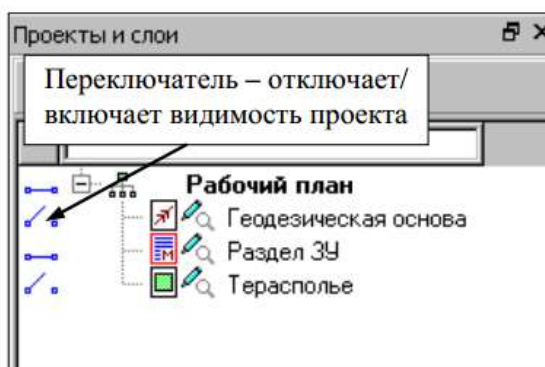

Рисунок 9 – Графическое окно проекты и слои
1. Как известно, на чертеже объекта должны отображаться все образуемые, уточняемые и т.д. ЗУ и их части. В нашем примере все ЗУ (объекты) созданы в проекте **Раздел ЗУ**. Поэтому отключите видимость тех типов проектов, которые не должны участвовать в формировании чертежа (**Геодезическая основа и Терасполье**), используя переключатель в окне **Проекты** (рис. 9).